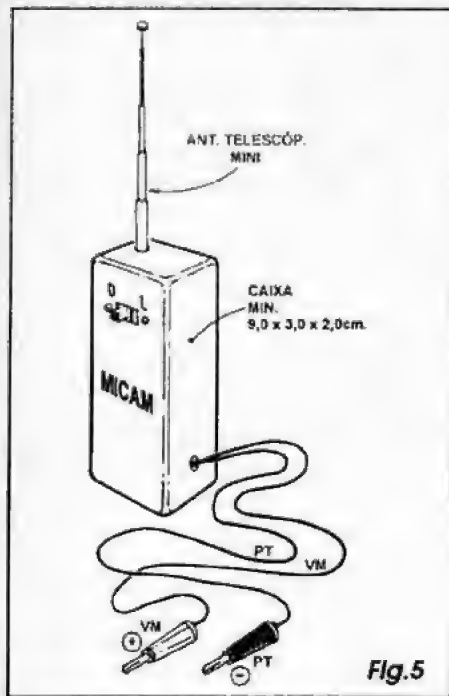

Fig. 5
- FIG. 5 - ENCAIXANDO O MICAM...